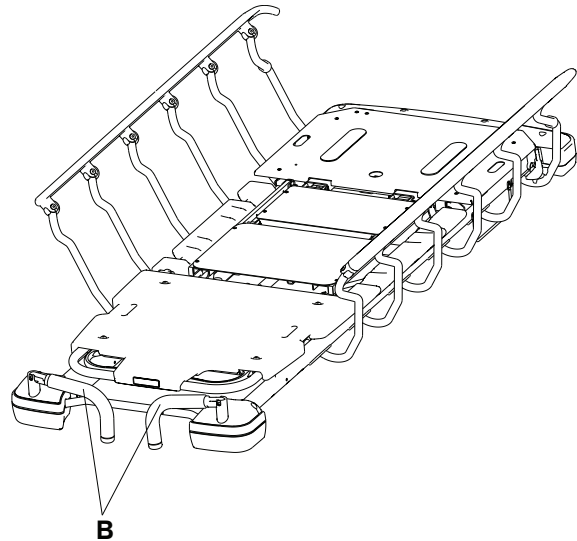

Abbildung 12 – Verstauen der Kopfende-Schiebegriffe
- Um die Kopfende-Schiebegriffe (B) in die Parkposition zu bringen, die Schritte in umgekehrter Reihenfolge ausführen (Abbildung 12).